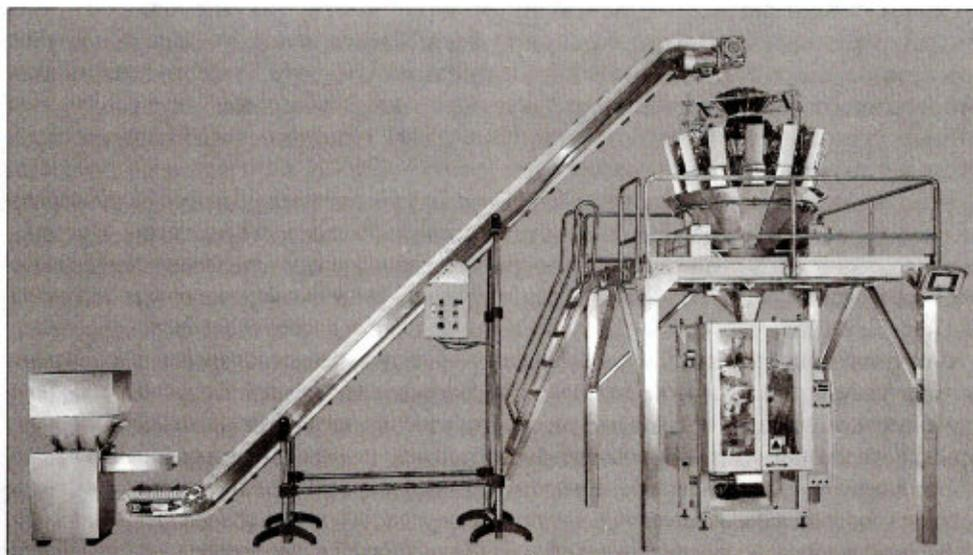

Рис. 33. Фасовочно-упаковочное оборудование для упаковки мясных продуктов
- кондиционную птицу I и II категории упаковывают в индивидуальные полиэтиленовые пакеты (рис. 33); взвешивают, этикетировывают с указанием категории, веса птицы и даты забоя; указывают срок и условия хранения, после чего затаривают в ящики и отправляют в сетевые магазины в специальных авторефрижераторах (температура в их закрытом кузове $+1...+4$ °С). Срок реализации охлажденной птицы торговыми сетями ограничен шестью сутками при хранении в холодильниках. При транспортировке на дальние расстояния птицу замораживают при температуре $-18...-25$ °С.